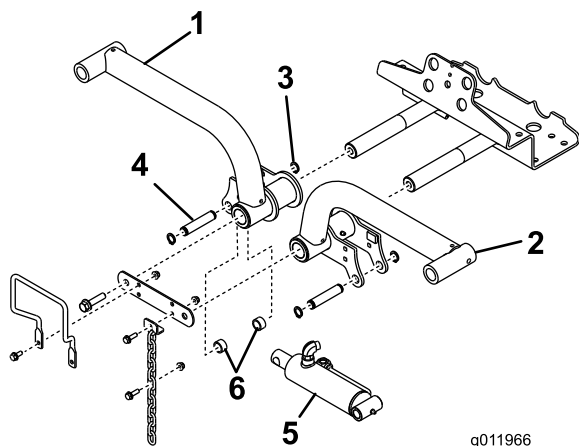

図 15
- 左右の昇降アームをそれぞれピボットシャフト (図 15) に差し込み、保管しておいたピボットシャフト・リンクとキャップスクリューを取り付けて固定する。
6. 昇降シリンダの右端を右昇降アームに連結する(ピン 1 本とスペーサ 2 個)(図 15)。リテーナリングで固定する。